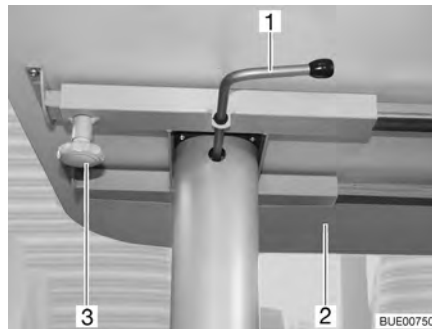

Bild 70 Lyftbord, förskjutningsbart
- Lossa den räfflade skruven (Bild 70,3).
- Sväng bordsskivan (Bild 70,2) till önskad position.
- Sväng låsarmen (Bild 70,1) åt vänster. Spärren till lyftmekanismen är öppen.
- Tryck ned bordsskivan (Bild 70,2) på mitten tills stoppläget nås, fortsatt sedan trycka emot bordsskivan.
- Sväng låsarmen (Bild 70,1) åt höger (Bild 70). Lyftmekanismen är låst.
- Sväng låsarmen (Bild 70,1) åt vänster. Spärren till lyftmekanismen är öppen. Bordsskivan åker till det övre stoppläget.
- Sväng låsarmen åt höger (Bild 70). Lyftmekanismen är låst.